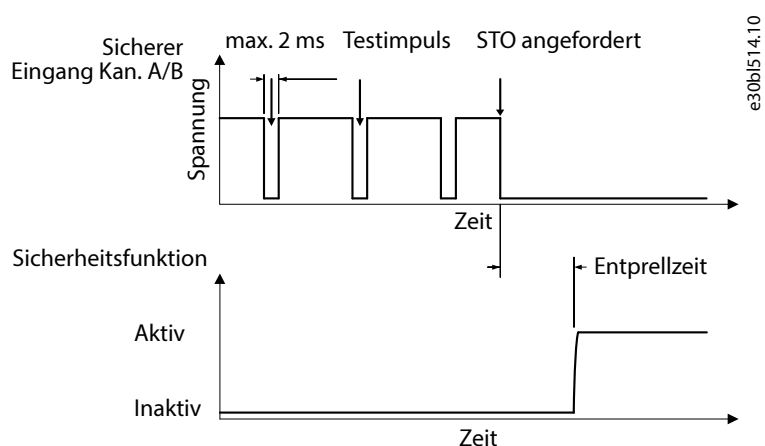
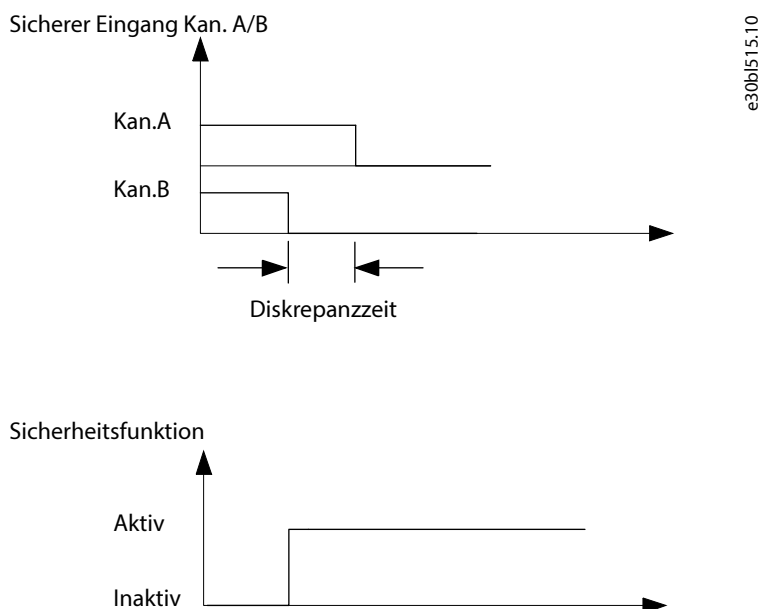

Abbildung 9: Testimpulsfilterung
Abbildung 10: Diskrepanzzeit
- **Galvanische Trennung der Klemmen:** Die Klemmenblöcke für funktionale Sicherheit auf der Steuerkarte verfügen über separate, galvanisch getrennte Eingänge, um es beispielsweise zu ermöglichen, die Polaritäten der sicheren Eingangsklemmen zu vertauschen, wie in Abbildung 9 und Abbildung 10 dargestellt.